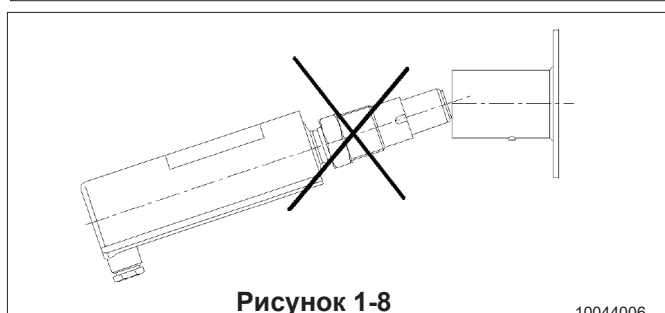

Рисунок 1-8
- Вставьте анализатор **по прямой линии** (Рис. 1-8) в муфту так, чтобы направляющая канавка на датчике совпала со стопорным штифтом на муфте. Анализатор фиксируется в нужном положении, когда канавка и штифт совмещены, его вращение в муфте будет предотвращено.
- Вставьте анализатор по прямой линии (Рис. 1-8) в муфту так, чтобы направляющая канавка на датчике совпала со стопорным штифтом на муфте. Анализатор фиксируется в нужном положении, когда канавка и штифт совмещены, его вращение в муфте будет предотвращено.